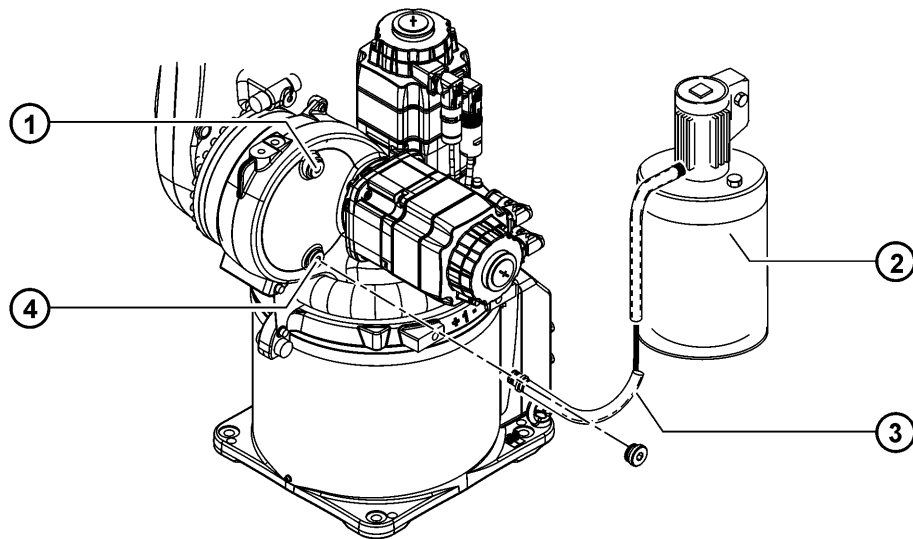

Fig. 9-5: Remplir d'huile pour réducteur A2
1. Raccorder la pompe à huile au flexible de vidange d'huile (>>> Fig. 9-5 ).